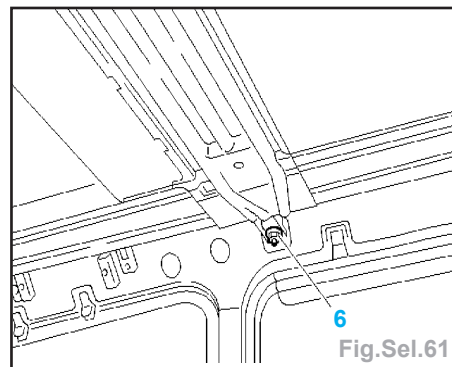

Fig.Sel.61
- Desserrer les fixations (4).
- Déposer les fixations (5).
- Déposer les fixations (6) (Fig.Sel.61).